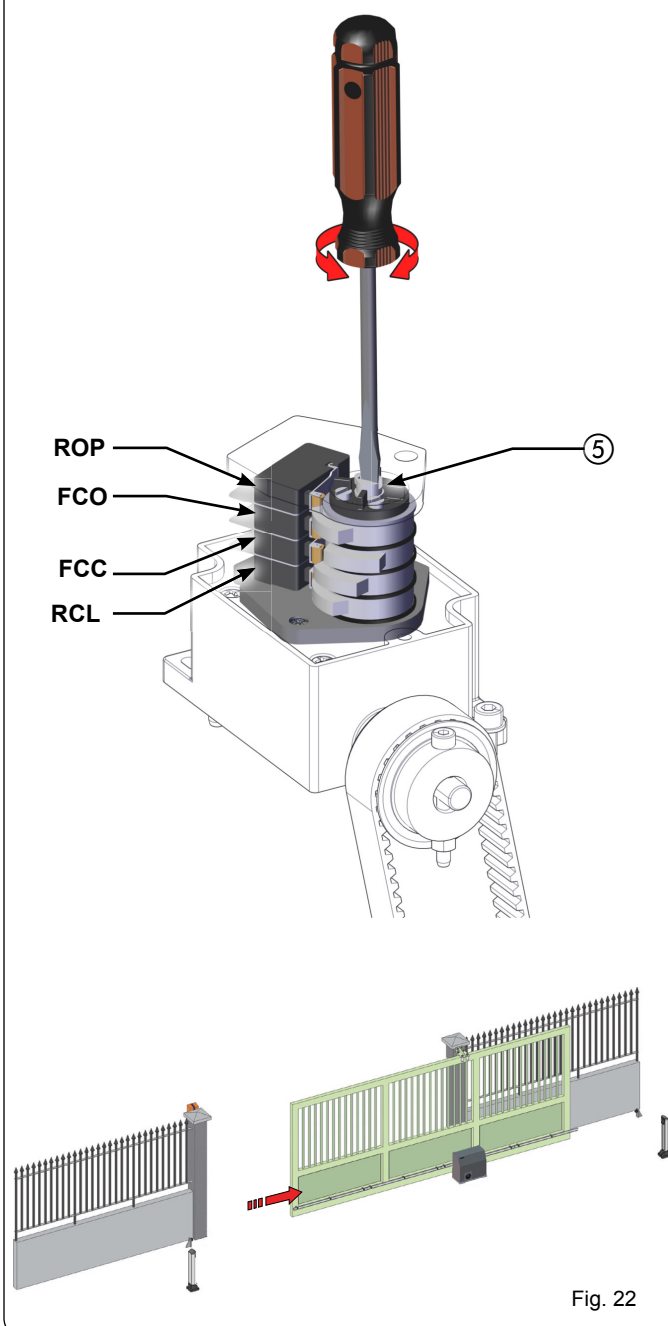

Fig. 22
4. Allentare la vite centrale di bloccaggio del gruppo finecorsa (Fig. 22 rif. ⑤).
16. Avvitare la vite centrale di bloccaggio del gruppo finecorsa (Fig. 22 rif. ⑤).